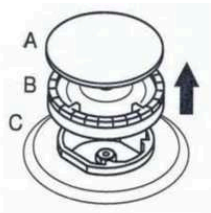
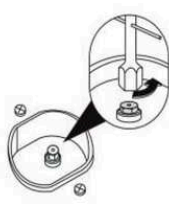

Figure 19
Figure 19.1
- Entfernen Sie die Brennerabdeckung und den Brenner, wie in Abbildung 19 gezeigt. Entfernen Sie den Injektor mit Hilfe eines 7er-Inbusschraubendrehers, wie in Abbildung 19.1 gezeigt.